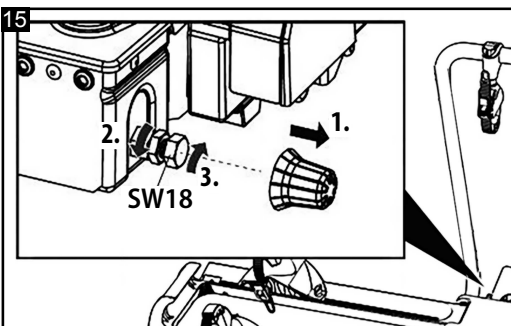

Bild 15: Schnellverschluss einstellen
- Lösen Sie die Kontermutter etwas (Bild 15).
- Drehen Sie die Stellschraube eine viertel Umdrehung hinein (Bild 15).